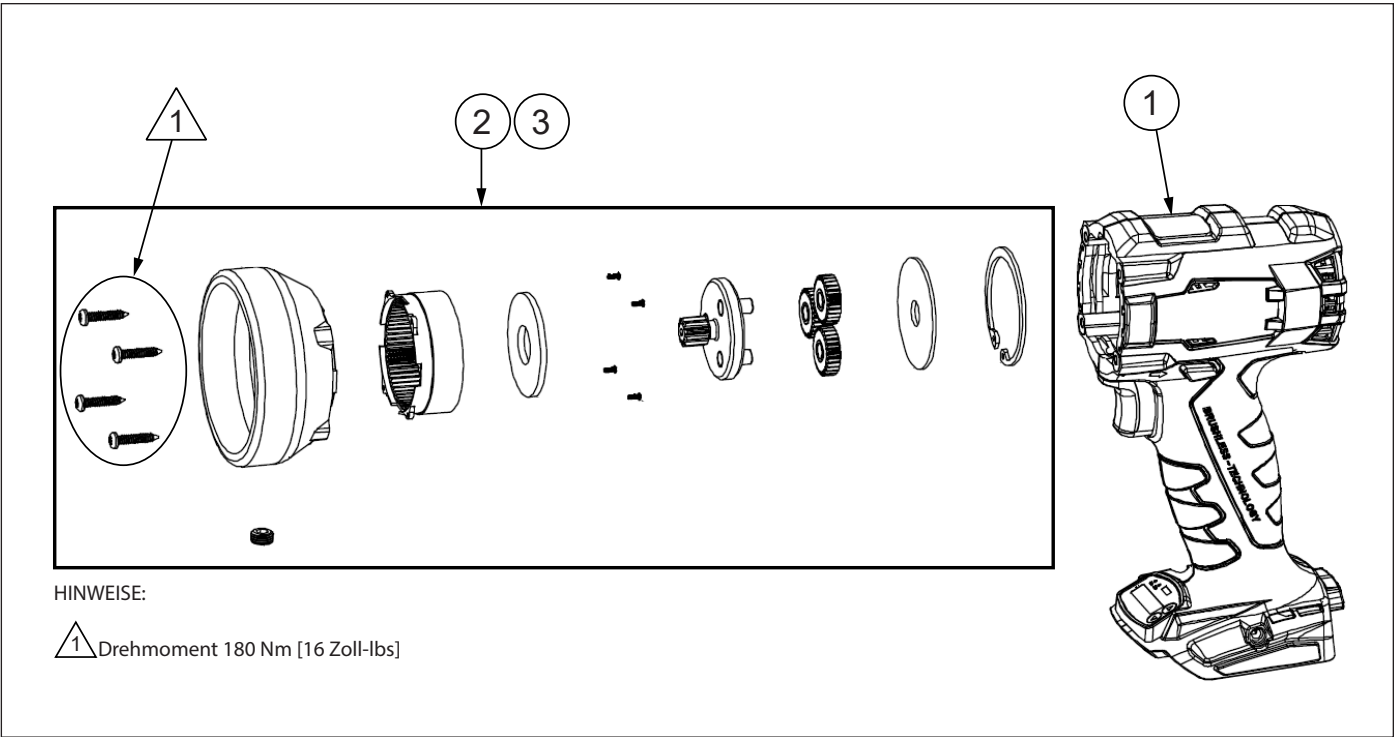

Abbildung 5: Griff-Adapterkit
9.1.1 Tabelle der Teile (Abbildung 5)